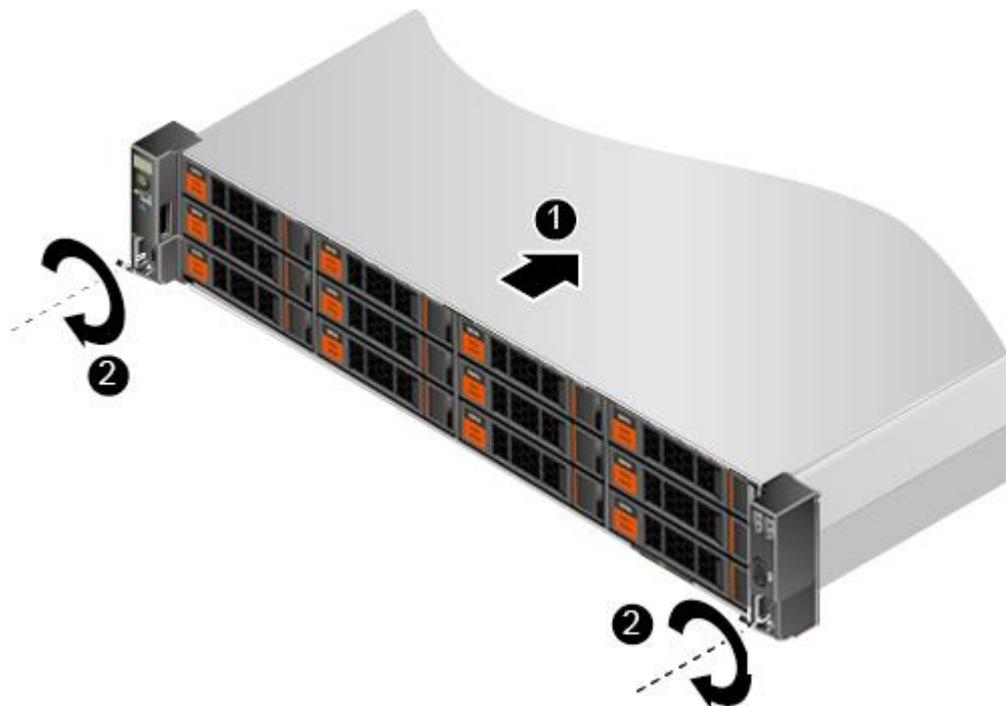

图 4-5 安装服务器
- 2) 如图 4-5 中①所示，将服务器放置在滑道上，推入机柜。
- 3) 如图 4-5 中②所示，将服务器两侧挂耳紧贴方孔条，按顺时针方向拧紧挂耳上的松不脱螺钉，固定服务器。